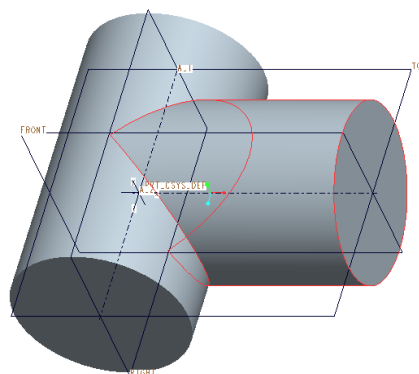

図 3-14 分岐管ソリッドモデルの完成
- 「**再フィット**」をクリックし、ダッシュボードで「**フィーチャー完了**」をクリックすると図 3-14 に示す分岐管ソリッドモデルが完成する。
- 図 3-14 のソリッドモデルの方向を「**FRONT**」に戻